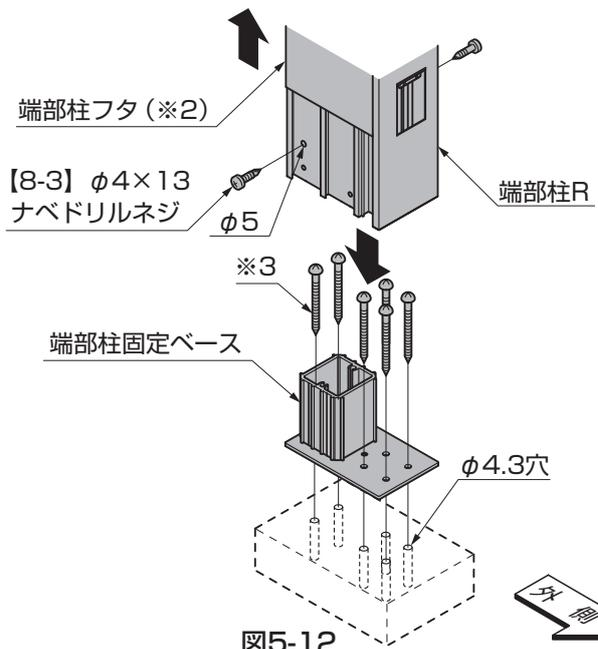

図5-12
- ①端部柱を加工してください。
- ②端部柱固定ベースを取付ける箇所にφ4.3の穴をあけてください。
- ③端部柱固定ベースを取付けてください。(図5-12参照)
- ④端部柱を端部柱固定ベースに、【8-3】で取付けてください。(図5-12参照)